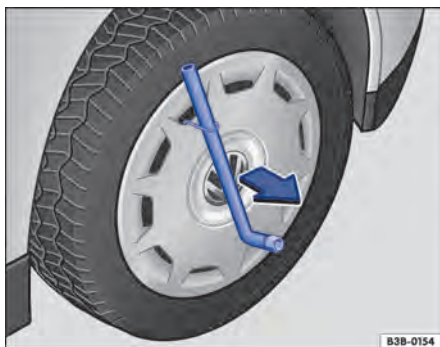

Fig. 251 Retirar a calota integral.
- Passar a chave de roda pelo gancho extrator → Fig. 251 e puxar a calota para fora no sentido da seta.